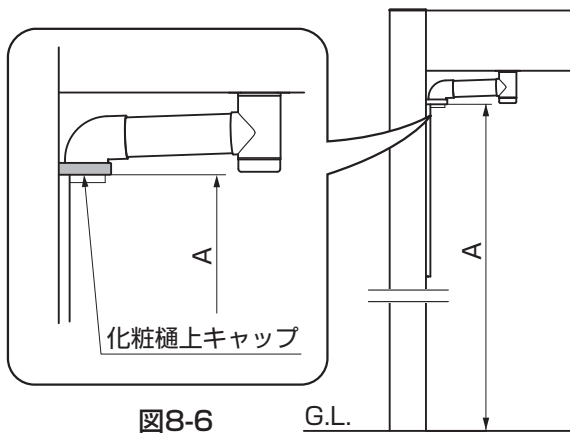

図8-6
- ① G.L.から化粧樋上キャップ下面までを実測してください。(図8-6参照)